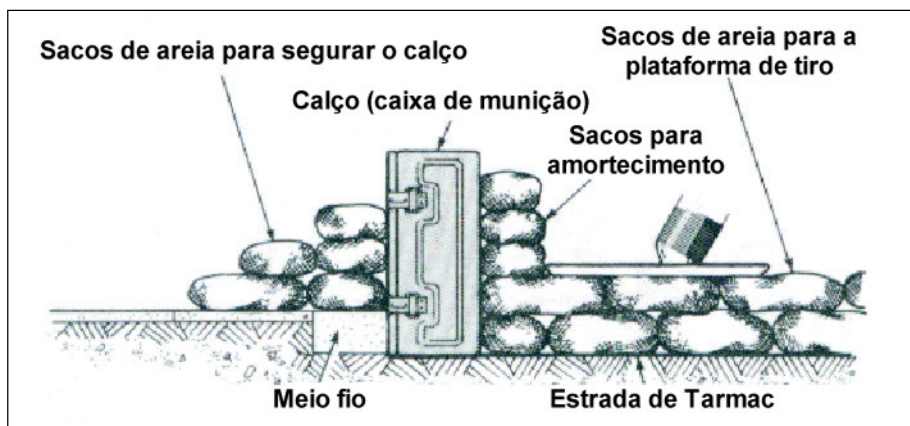

Fig 4-4. Preparação em Solos Duros
(2) Sacos de areia não resistirão à força do morteiro atirando e rasgarão. É importante que, quando eles rasgarem, a areia não vaze para fora da plataforma de tiro.
(3) Ao preparar a plataforma de tiro, deve-se prever com antecedência a área para o calço.
c. Superfícies de concreto - Quando estiver para atirar em uma superfície dura feita pelo homem, a preparação é similar às de áreas rochosas. O máximo uso deve ser feito de calços existentes (meio-fio e muros), que devem ter uma altura superior e serem fortes o bastante para suportar a força do morteiro atirando (Fig 4-4).